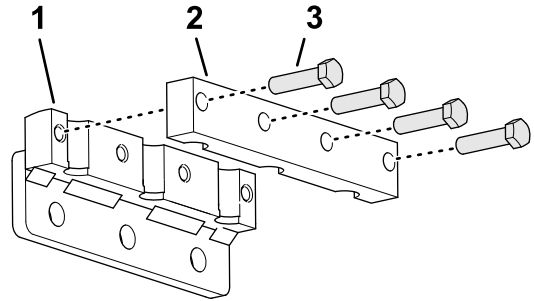

Figura 40
1. Instale provisionalmente la abrazadera de taladros al portataladros (**Figura 40**) con 4 pernos (3/8" x 1 1/2"). No apriete los pernos.